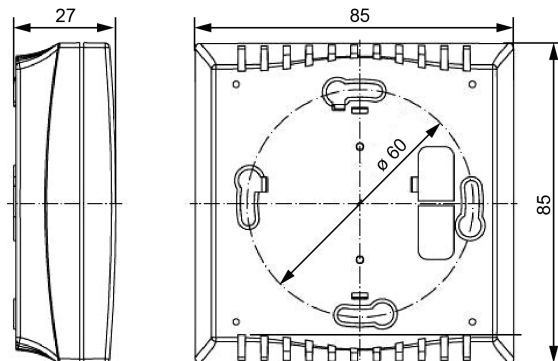

Рисунок 5.2 – Габаритные и установочные размеры преобразователя
- габаритные и присоединительные размеры на технологическом объекте соответствуют размерам преобразователя (см. рисунок 5.2);
3. Подготовить место для установки преобразователя (см. рисунок 5.2).